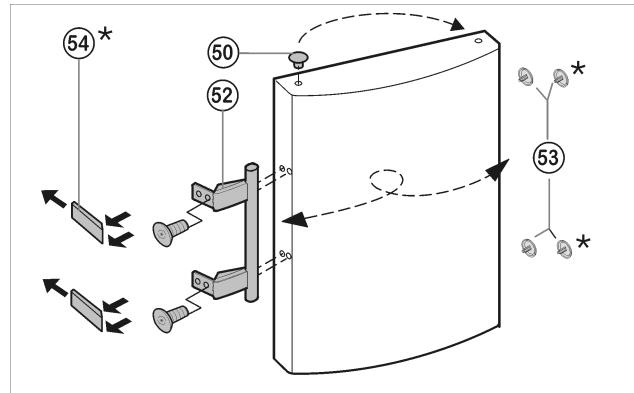

Fig. 13
- Retire el tapón Fig. 13 (50) del casquillo de cojinete de la puerta y cámbielo de sitio.
- Desmonte el tirador de la puerta Fig. 13 (52), los tapones Fig. 13 (53) y las placas de presión* Fig. 13 (54) y cámbielos al lado opuesto.